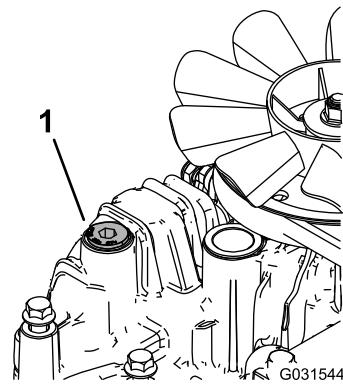

図 73
- 各トランスミッションに通気プラグを、ぐらつく程度に軽く取り付ける図 73。